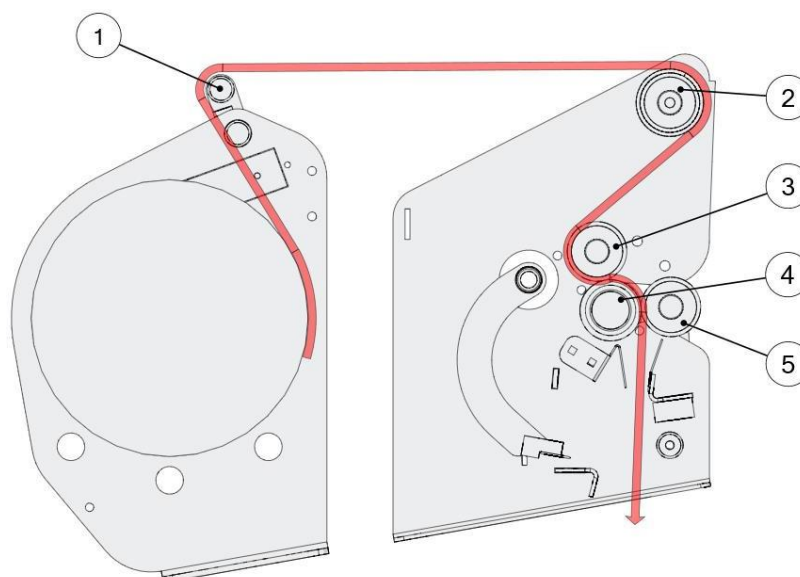

Figura 23. Extensión de la malla
- Extienda la malla como se muestra en la figura 23 pasándola secuencialmente por los rodillos (1, 2, 3, 4, 5);
- Gire el rodillo de goma (4) de modo que el extremo de la malla cuelgue libremente detrás de él unos 10 cm;